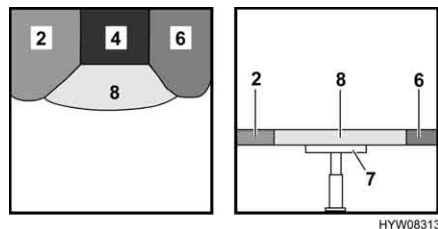

Fig. 69 Dopo la trasformazione
- Posizionare il cuscino aggiuntivo (Fig. 69, 8) sopra il tavolo (Fig. 69, 7) davanti ai cuscini del divano (Fig. 69, 2, 4 e 6).